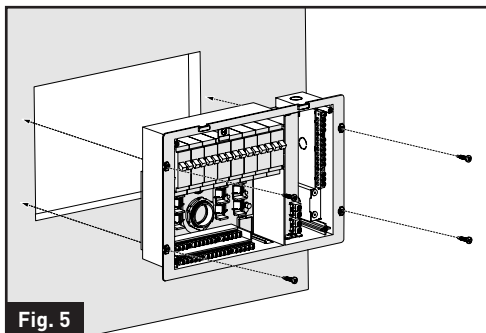
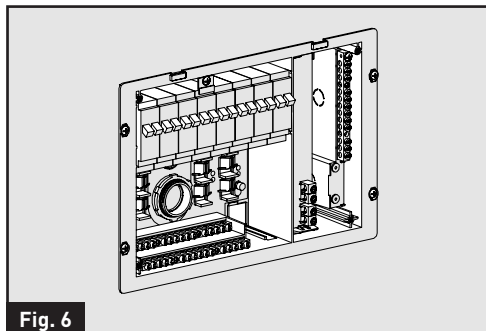

Fig. 5
Fig. 6
7. Deslice el panel de distribución en el área de apertura y fíjelo con 4 tornillos autorroscantes (rosca n.º 8-18) (no incluidos). (Fig. 5 y Fig. 6)